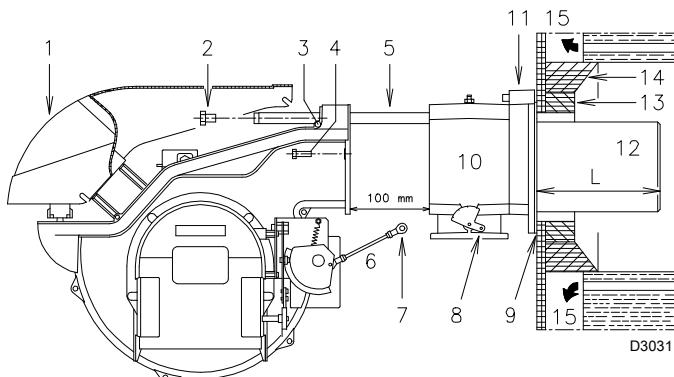
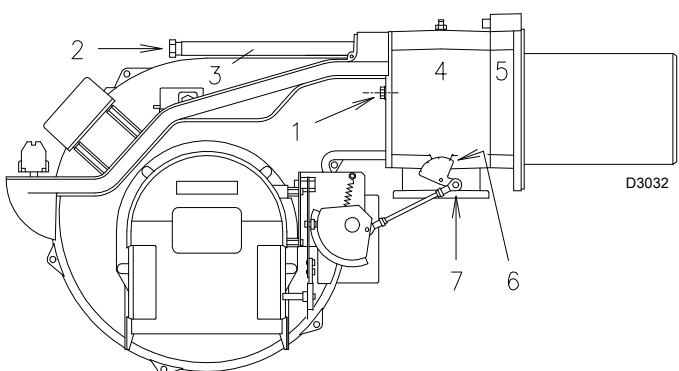

图 12
图 18
对于带水冷却前板的锅炉，则不需要耐火材料制成的炉补 13)-14)(图 12)，除非锅炉制造商另有要求。
- 将燃烧头与燃烧器的其余部分分开 (图 12) :
执行完这一操作后（如果需要进行改操作），将法兰 11)（图 12）固定到锅炉钢板上，插入燃烧器随附的隔热垫 9)（图 12）。
燃烧头设定完成后，将燃烧器沿着滑杆 3）（图 18）重新安装到距离多岐管 4）（图 18）约 100 mm 处——燃烧器位置如图 12 所示——连接火焰检测探针电缆和点火电极电缆，然后将燃烧器向上推至接触多岐管，位置如图 18 所示。
将螺丝 2）（图 18）重新装到滑杆 3）（图 18）上。
通过拧紧螺丝 1）（图 18）将燃烧器固定到管路接口处。
将铰链 7）（图 18）重新与刻度区 6）（图 18）连接。